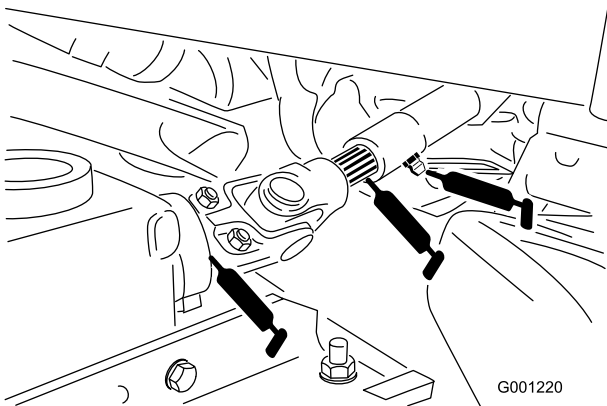

Figura 36
- Eje universal de la toma de fuerza (Figura 36)